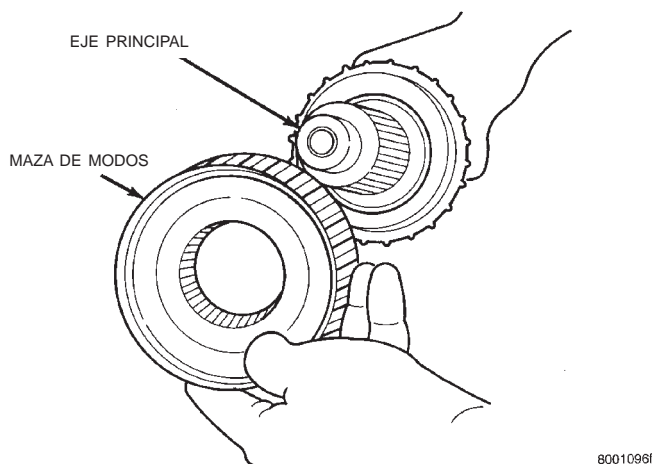

Fig. 29 Desmontaje de maza de modos
(2) Saque la maza de modos del eje principal (Fig. 29).